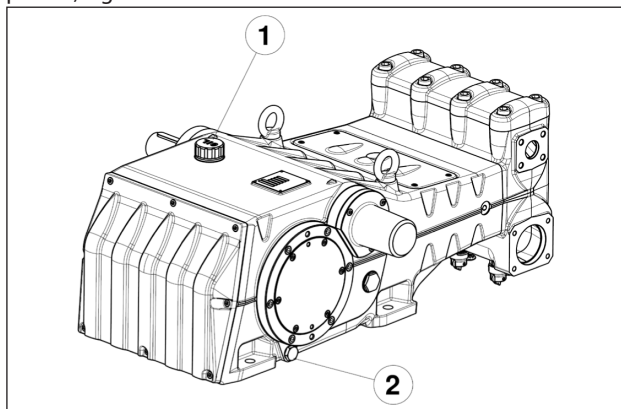

Fig. 1
Las operaciones de reparación de la parte mecánica deben ser realizadas después de haber retirado todo el aceite del cárter. Para eliminar el aceite es necesario quitar el tapón de llenado pos. ①, Fig. 1 y a continuación el tapón de descarga pos. ②, Fig. 1.